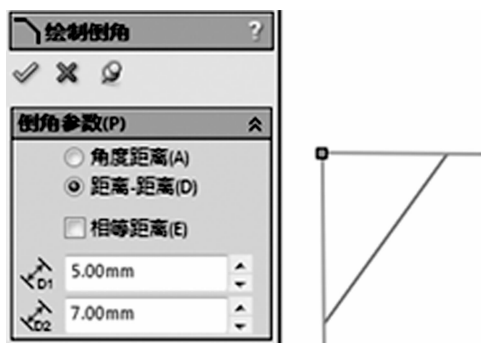

图 2-15 【距离-距离】倒角
2) 【距离-距离】：选中【距离-距离】单选按钮，并分别输入两个距离，然后再选中需要做倒角的两条直线（先选择的一条边为第一个距离），生成倒角，如图 2-15 所示。